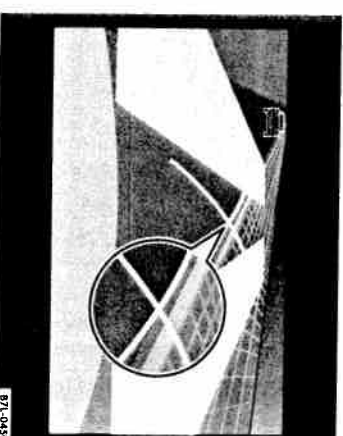

Fig. 19 Curba atinge bordura - punctul de virare atins.
- Deplasați-vă cu spatele, până când linia galben deschis ⇒ fig. 19 atinge limita laterală a boxei de parcare (de ex. bordura).
- Continuați deplasarea cu spatele, până când autovehiculul se află paralel cu limita laterală (de ex. bordura). În timpul acestei manevre, țineți sub observație și fața autovehiculului ⇒ ①.
Linii galbene ④ și ⑤	Afișaj static: Curbele reprezentate desemnează punctul de schimbare a direcției ⇒ pagina 27, fig. 19 ¹²⁾ la manevra de parcare. Când curba atinge bordura sau un alt marcaj de delimitare a spațiului de parcare, înseamnă că s-a atins punctul de schimbare a direcției, și trebuie să rotiți volanul complet în direcția opusă.